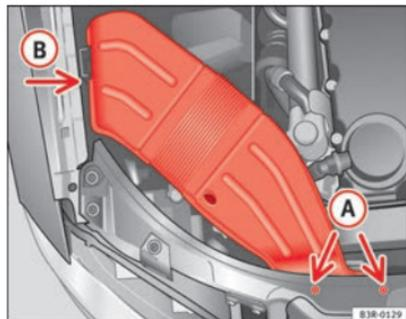

Fig. 191 Conducción de ventilación en el lado derecho del vehículo
- Desenrosque los tornillos (A) ⇒ fig. 191.
- Separe la conducción de ventilación de la guía (B) y extráigala. ■